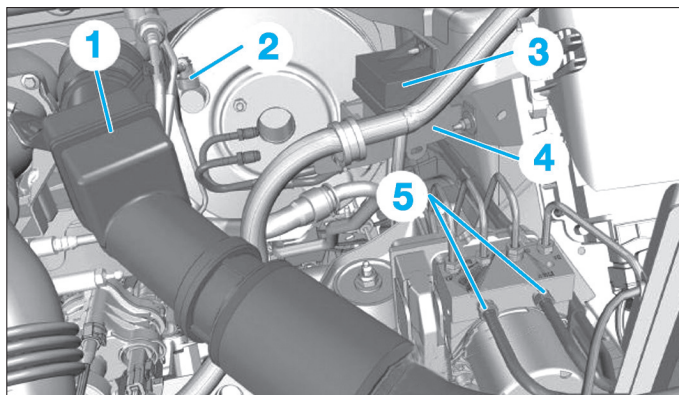

Fig. 14
- le conduit d'air (1) (Fig.14).
- Débrancher le tuyau de dépression (2).
- le boîtier de pré-postchauffage (3),
- le support du faisceau électrique (4).
- Désaccoupler les canalisations (5) de liquide de frein du groupe électrohydraulique.